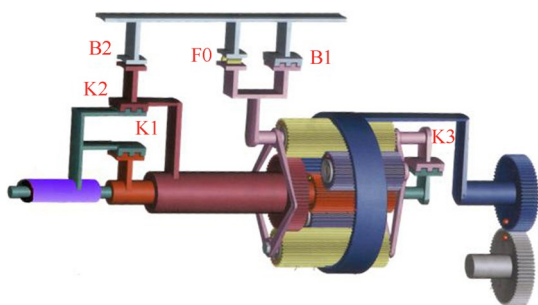
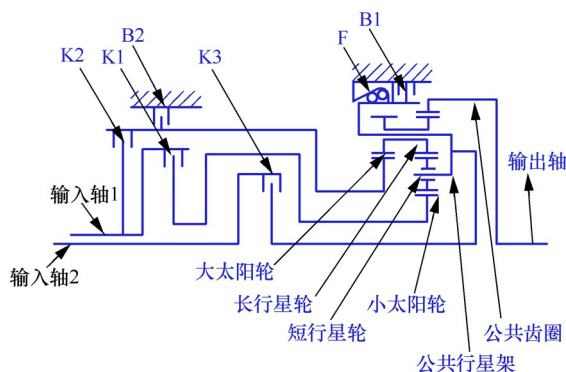

图 1-1 拉维娜式结构示意图
图 1-2 拉维娜式传动原理示意图
(1) 拉维娜式行星轮机构 拉维娜式行星轮机构由大太阳轮、小太阳轮、长行星轮、短行星轮、前后排公共齿圈以及公共行星架（长短销）组成。
(2) 行星排 两个行星排即前行星轮排、后行星轮排。前排为单级结构，后排为双级结构，前后排共用一个环齿圈和一个行星架（有些拉维娜式行星排的后排为单级结构，前排为双级结构）。
(3) 齿轮啮合 小太阳轮与短行星轮外啮合（外啮合改变旋转方向），短行星轮再与长行星轮外啮合（外啮合改变旋转方向），长行星轮与环齿圈内啮合（内啮合旋转方向相同），齿圈与输出轴相连。行星轮机构中的两个太阳轮独立运动。
(4) 动力传递 通过离合器接合将动力分别传给两个太阳轮或行星架，可以得到四个前进档和一个倒档，如图 1-1、图 1-2 所示。